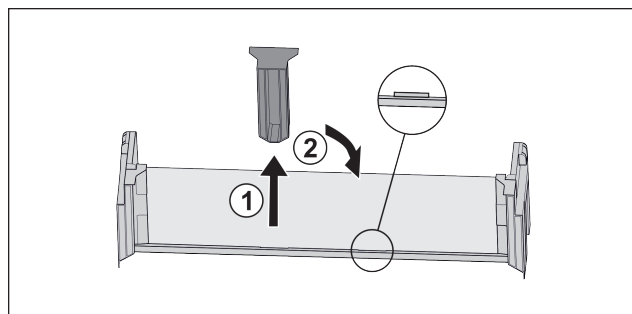

Fig. 98
- ▶ Stáhněte prostřední přídržný díl Fig. 98 (1).
- ▶ Vložte prostřední přídržný díl do druhé polohy Fig. 98 (2).